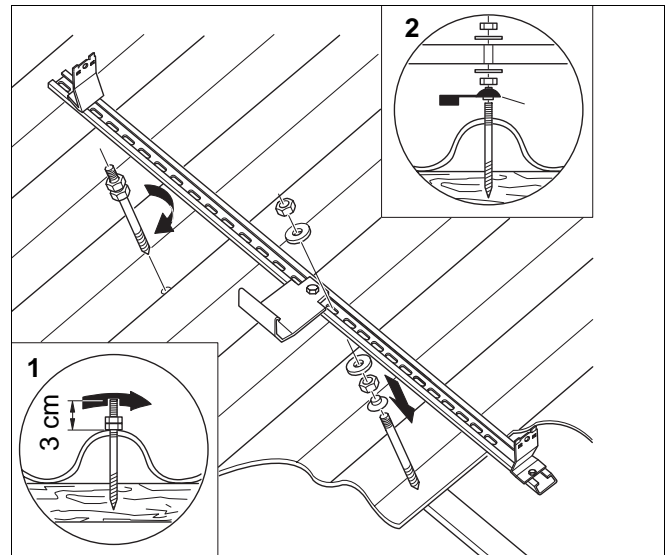

Abb. 12 Montage auf dem Welleternitdach
- Beiliegende Stockschrauben mit Hilfe der Kontermuttern in die Dachlatten eindrehen (Abb. 12, Pos. 1).
- Die Dichtungskappen direkt auf die Eternitplatten über die Stockschrauben schieben (Abb. 12, Pos. 2).